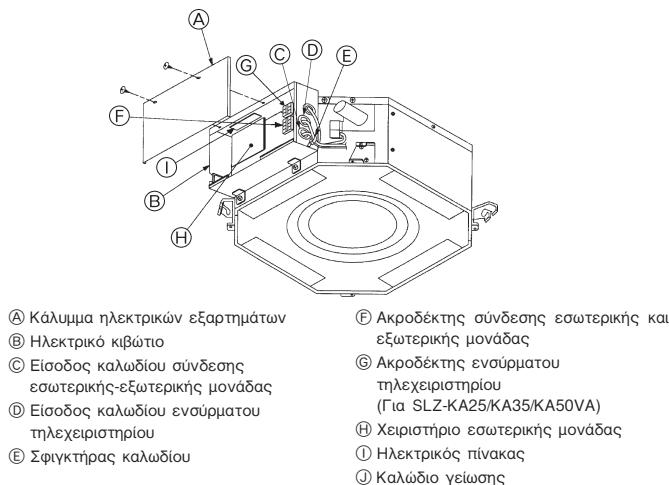
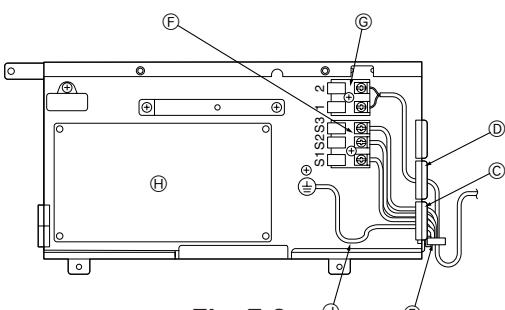

Fig. 7-2
Fig. 7-3
7.2. Εσωτερική μονάδα (Fig. 7-2) (Fig. 7-3)